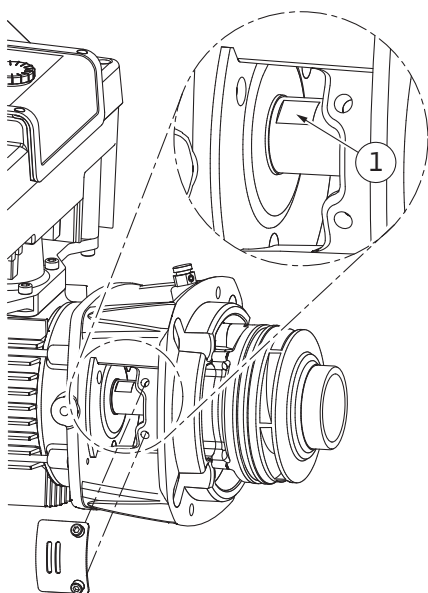

Fig. 110: Sleutelvlakken op de as
14. Plaats een steeksleutel (sleutelwijdte 22 mm) in het lantaarnstukvenster en houd de as op de sleutelvlakken vast (Fig. 110, pos. 1). Draai de waaiermoer (Fig. I, pos. 22) eruit. De waaier (Fig. I, pos. 21) wordt automatisch van de as getrokken.
3. Plaats een steeksleutel (sleutelwijdte 22 mm) in het lantaarnstukvenster en houd de as op de sleutelvlakken vast (Fig. 110, pos. 1).
10. Plaats een steeksleutel (sleutelwijdte 32 mm) in het lantaarnstukvenster (Fig. IV, pos. 38) en houd de as op de sleutelvlakken vast (Fig. 110, pos. 1). Monteer de waaier met onderlegschiif/-schijven en moer. Schroef de moer vast. Voorkom beschadigingen van de mechanische afdichting door kanteling.
11. Maak de groef van het lantaarnstuk schoon en plaats de nieuwe o-ring (Fig. III, pos. 19).